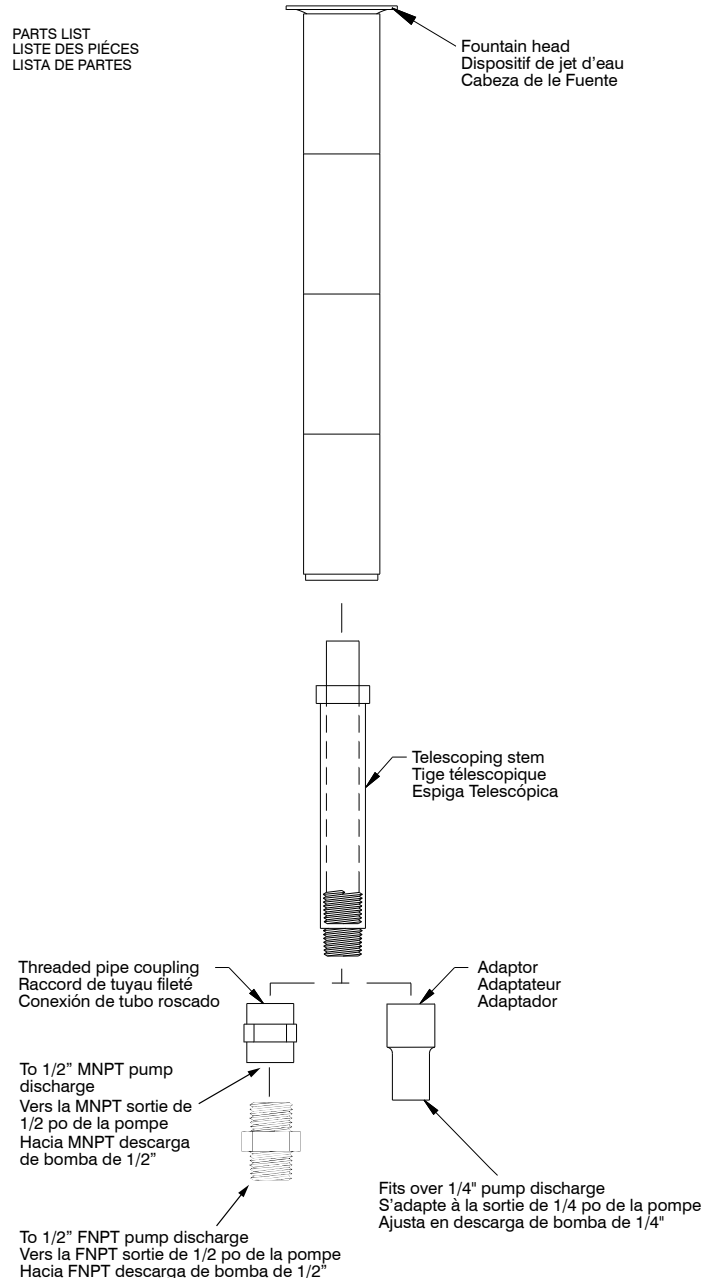

Figure 1
1. The telescoping stem is sized to fit into the fountainhead (Figure 1). Press the end of the stem into the fountainhead. Do not use any tools or excessive force.
1. La tige télescopique a la taille requise pour s'emboîter dans le dispositif de jet d'eau (Figure 1). Enfoncer l'extrémité de la tige dans le dispositif de jet d'eau. Éviter de trop serrer ou d'utiliser des outils.